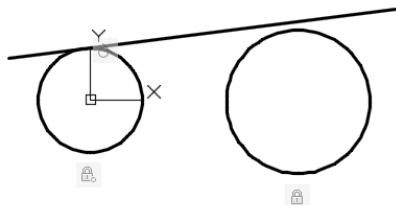

图 7-5 建立相切约束 1
3) 创建相切约束 1。在“几何”面板中单击“相切”按钮 , 选择左边的小圆, 再选择直线段, 从而使直线段与小圆建立相切关系, 如图 7-5 所示。